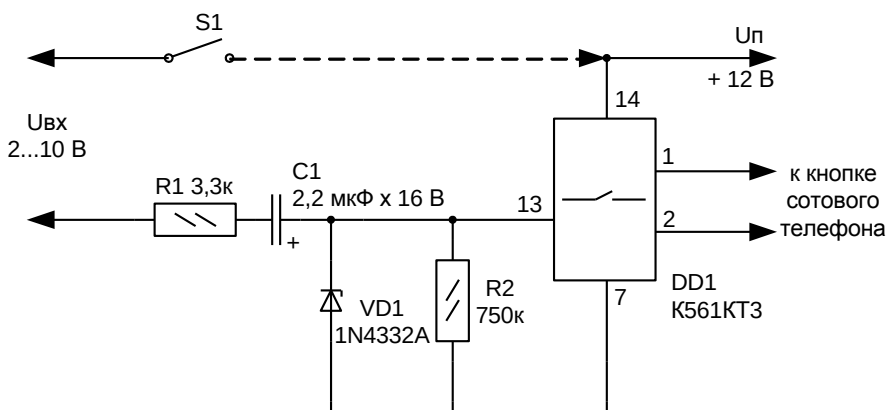

Рис. 1.6. Устройство-адаптер для сотового телефона
3. Собрать и подключить согласно электрической схеме (представленной на рис. 1.6) простое устройство-адаптер, которое получает сигнал от датчиков, установленных на охраняемом объекте.